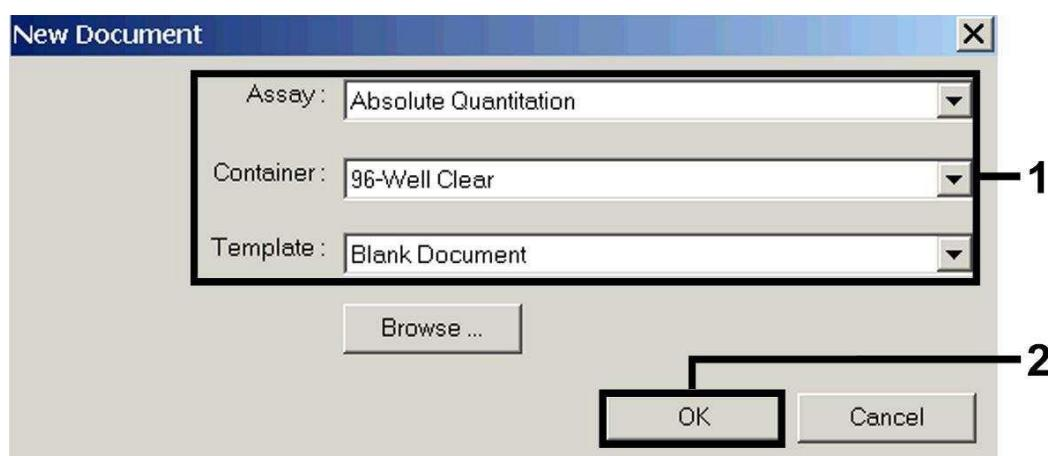

Fig. 3: Pré-definições para a criação de um novo ensaio de PCR (*New Document*).
Seleccione no *ABI PRISM 7000 SDS* o ítem *New* do menu *File* e introduza ao novo documento os seguintes ajustes básicos (ver Fig. 3). Um *Template* gravado anteriormente (*SDS Template (*.sdt)*) encontra-se à sua disposição na lista de *Template* ou pode ser seleccionado através da função *Browse* (ver capítulo 8.5.1.5 Gravação do ensaio de PCR). Confirme as suas definições (OK).